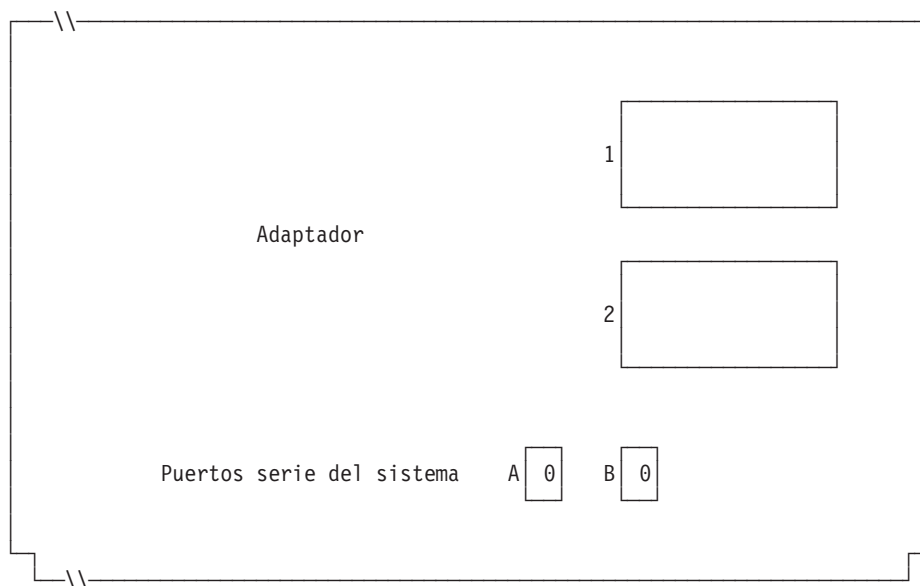

Figura 105. Lado derecho de la parte posterior del Controlador/Terminal IBM 4694-2x6
6. Si las aplicaciones de terminal utilizan el puerto asíncrono, anote el número de puerto en la Figura 105. Especifique un 0 para los puertos no utilizados por el terminal. Los números de puerto válidos son 1, 2, 3, 4.